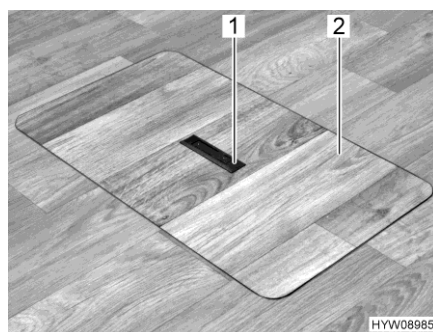
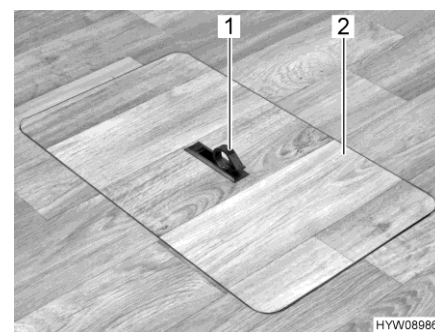

Fig. 52 Copertura per interventi di manutenzione (maniglia abbassata)
Fig. 53 Copertura per interventi di manutenzione (maniglia estratta)
- Spingere la piastra di presa (Fig. 52,1) verso il basso da un lato. La maniglia (Fig. 53,1) viene ruotata verso l'alto.
- Alzare la copertura per interventi di manutenzione (Fig. 53,2).
- Inserire la copertura per interventi di manutenzione (Fig. 53,2) nel telaio nel pavimento.